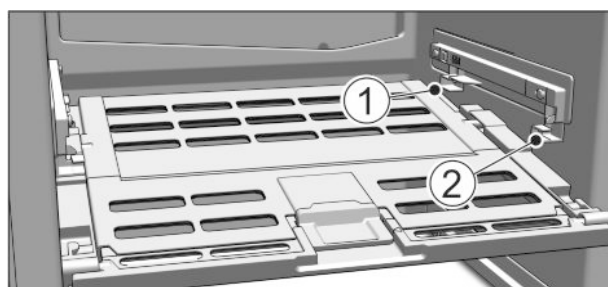

Fig. 74
- ▶ A zöldséges & gyümölcsös rekesz fedelének behelyezése: Alulról vezesse be a fedél bordáit a hátsó tartóba Fig. 74 (1), elől pedig pattintsa be őket a tartóba Fig. 74 (2).